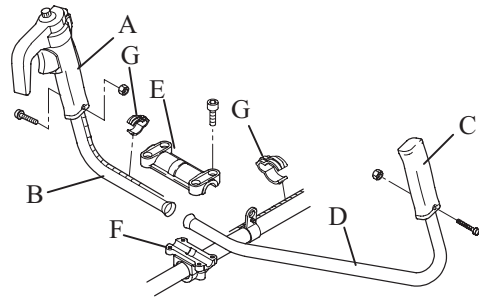

Fig.8-1
Zet de besturingshandgreep (A) op de stuurhendel (B) en de handgreep (C) op de stuurhendel (D). Schuif beide stuurhendels in de stuurhouder (F), houd ze op de plaats met stuurhouder (E), en bevestig ze met bouten. Maak kabel/snoer aan de stuurhendel vast met een band (G). (Fig. 8-1)